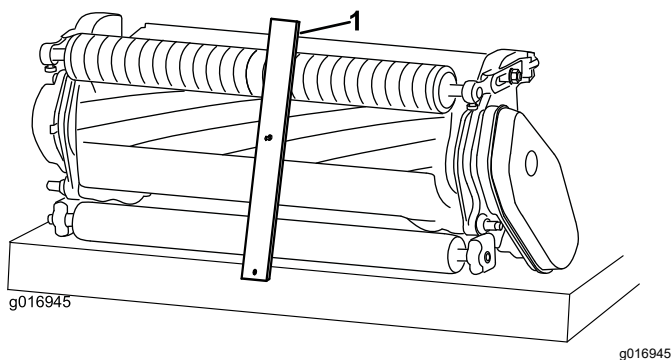

Figura 15
2. Agganciate la testa della vite della barra dell'indicatore dell'altezza di taglio sul lato destro del tagliente della controlama e appoggiate la parte posteriore della barra sul rullo posteriore (**Figura 15**).